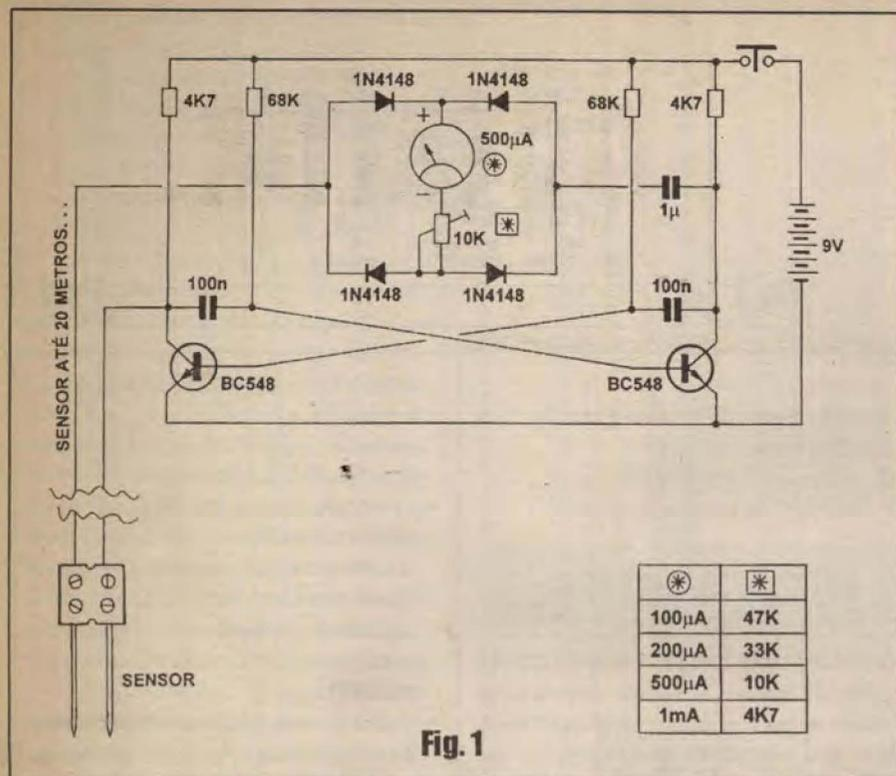

Fig. 1
- FIG. 1 - DIAGRAMA ESQUEMÁTICO DO CIRCUITO - A estrutura do circuito é simples, e já bem conhecida dos